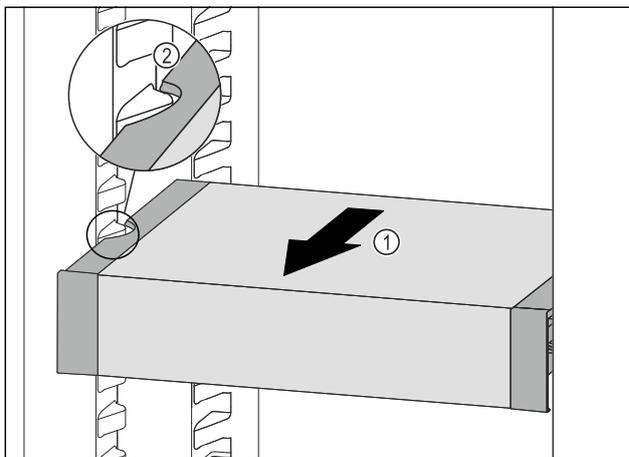

Fig. 87
- Tirare VarioSafe in avanti Fig. 87 (1) fino a quando le cavità laterali di VarioSafe non si trovano al livello della nervatura del contenitore nel vano frigorifero. Fig. 87 (2)